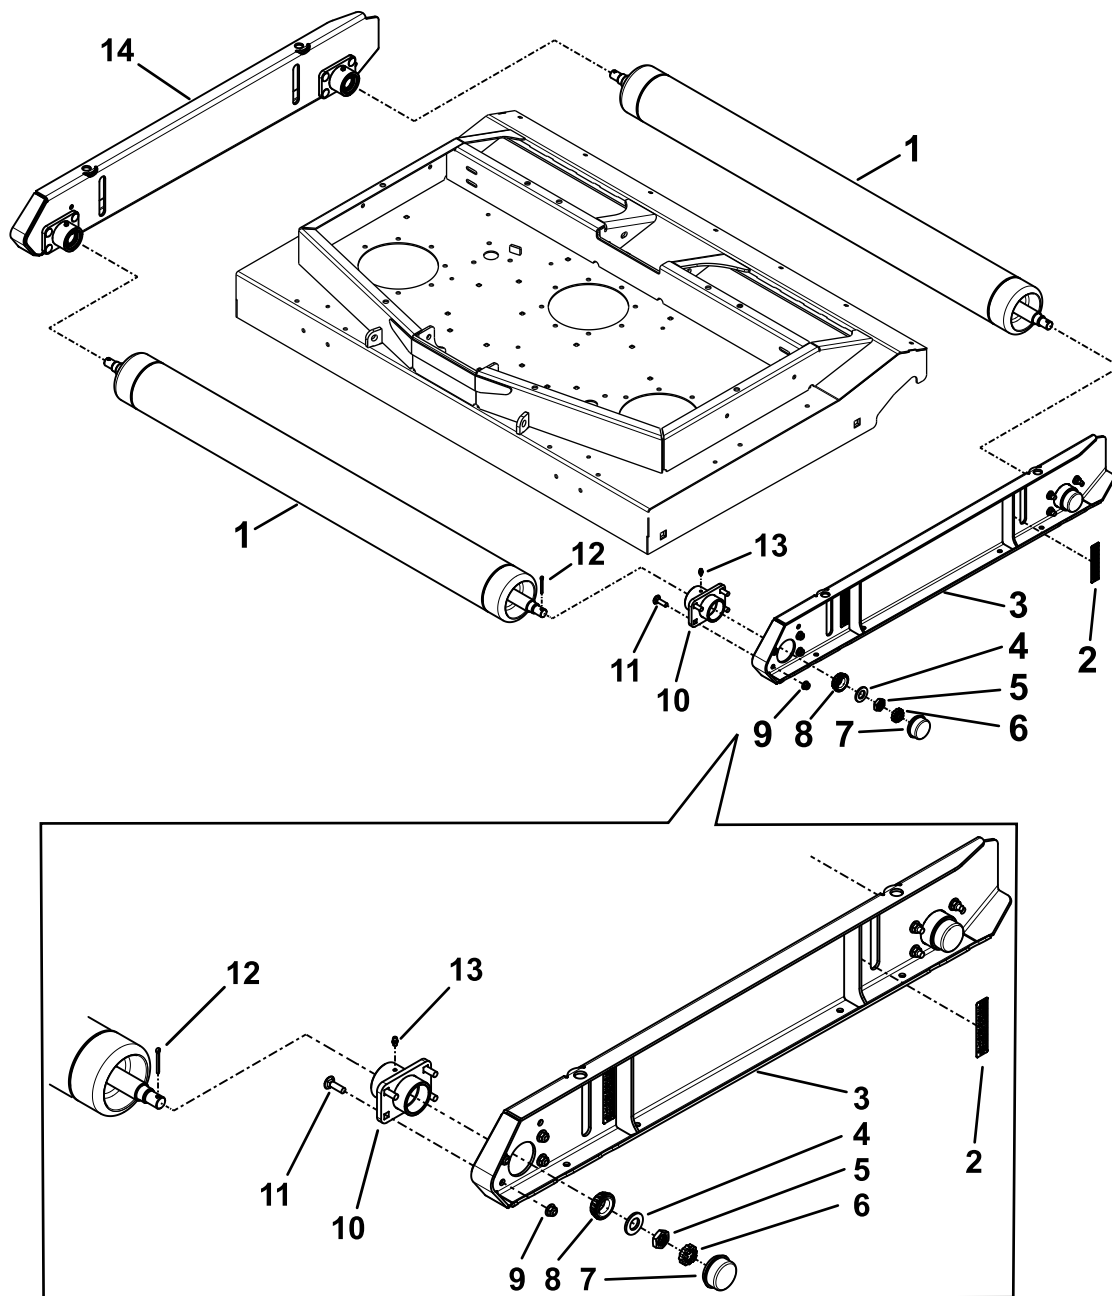

図 3
1. グリスフィッティングをハブアセンブリに取り付けます(図 3)。
4. キャリッジボルト (3/8 x 1-1/4 ") 16本とキャリッジ ボルト (3/8 x 1-1/4") 16 本を使って、ハブ アセンブリを各スキッドに取り付けます。図 3を参照してください。
6. スキッドの組み立てが終わったら、それをローラーベアリング2個、平ワッシャー2個、ナット (11/32")2個、およびロックナット2個を使ってローラーを取り付けます。(図 3)。
8. ロックナットを調整した後、コッターピンを取り付けます(図 3)。
10. スキッドの組み立てが終わったら、それをローラーベアリング2個、平ワッシャー2個、ナット (11/32")2個、およびロックナット2個を使ってローラーを取り付けます。(図 3)。
13. コッターピンを取り付け、4本全てのコッターピンがロックナットにはまるようにします。(図 3)。
16. ローラーの両端にダストキャップを取り付けます(図 3)。